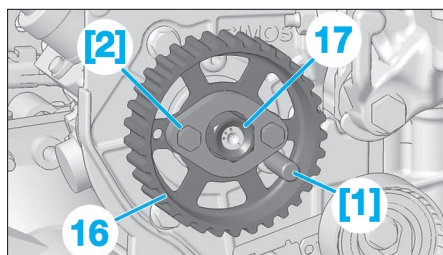

Fig. 36
- Positionner l'outil [2] sur la poulie (16) (Fig.36).
- Immobiliser la poulie (16) à l'aide de l'outil [1].
- Desserrer l'écrou (17).
- l'écrou (17),
- la poulie (16),